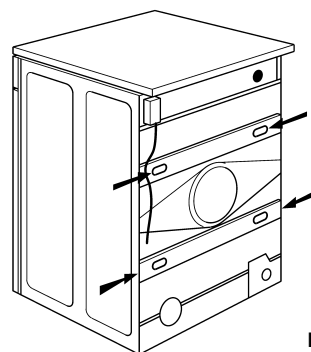

Рис. 2
1. Ослабьте болты поставленным гаечным ключом. (Рис. 2).